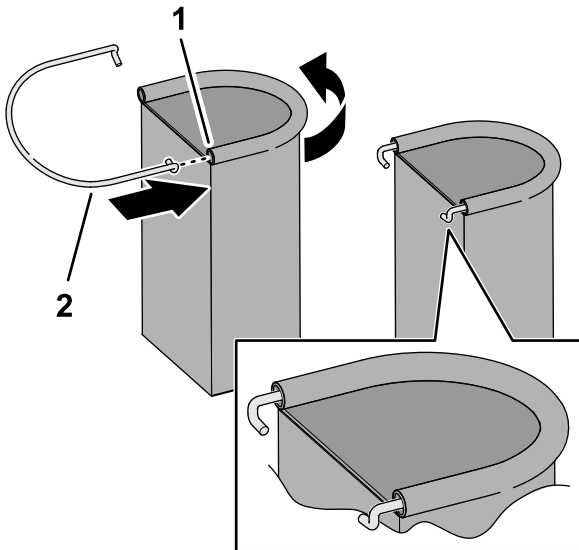

Bild 26
1. Stecken Sie eine Bügelstange in die Schlaufe der Aufbewahrungstasche für die persönliche Schutzausrüstung, wie in Bild 26 dargestellt.